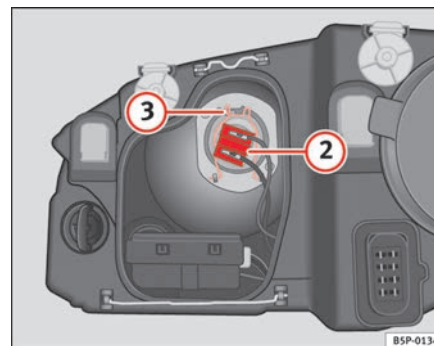

Fig. 185 Anabbaglianti
- Estrarre il connettore ⇒ pag. 267, fig. 185 ② della lampada.
- Sganciare la molla di ritegno ⇒ pag. 267, fig. 185 ③ premendo verso l'interno e a destra.